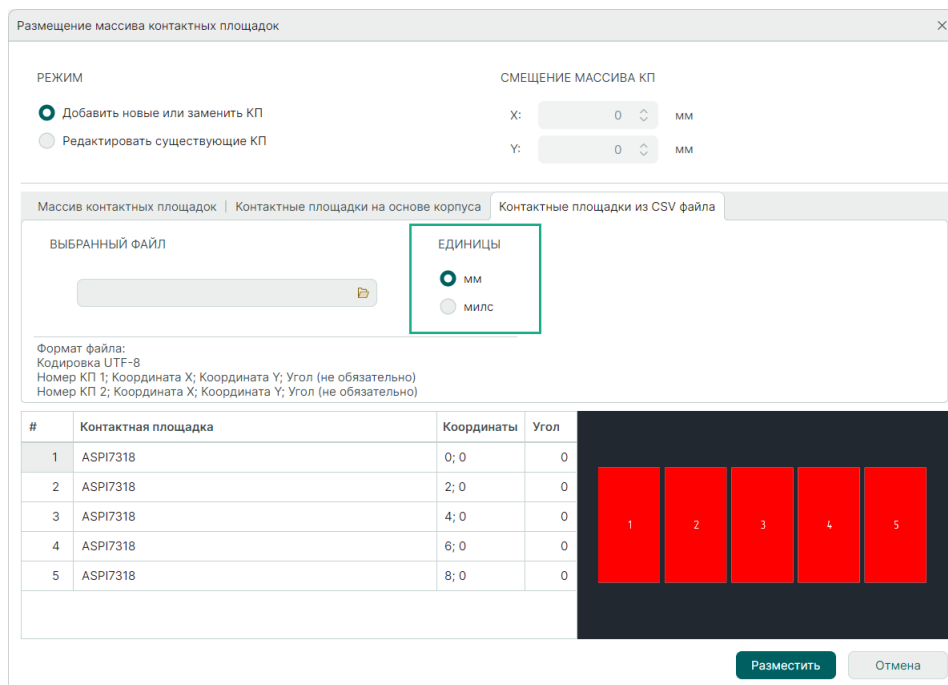

Рис. 103 Изменение единиц измерения
4. При необходимости измените используемые единицы с помощью переключателя «Единицы», см. Рис. 103.